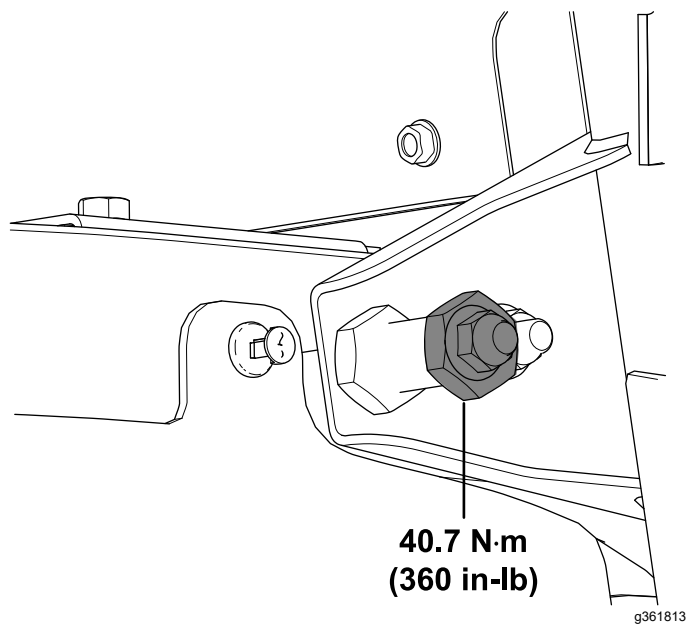

Figura 33
21. Apriete la contratuerca ($\frac{3}{8}$ " a 40,7 N·m, tal y como se muestra en la Figura 33.